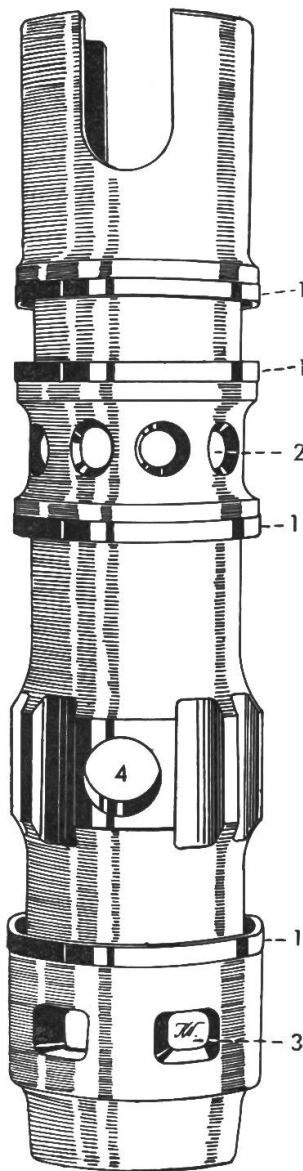

Fig. 81
Fig. 81: Nasse Büchse eines Junkers-Gegenkolbenmotors. Die spezielle Bauweise dieses Motors lässt die Büchse zu einem sehr interessanten Bestandteil des Motors werden. Die Dichtungsflächen (1) sind hinterdreht, so dass sie etwas federn können. 2 = Spülschlitze. 3 = Auspuffschlitze. 4 = Bohrung für die Treibstoffdüse.